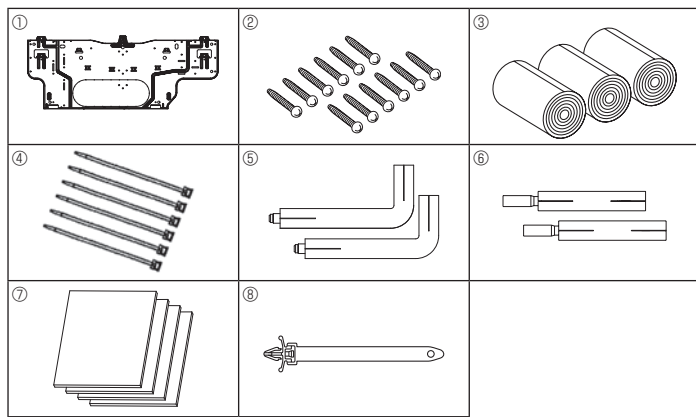

Fig. 3-1
3.1. Vérifier les accessoires qui accompagnent l'appareil intérieur (Fig. 3-1)
- Ⓐ Planche d'installation ① sur Fig. 3-1
- Ⓓ Vis de fixation (4 x 25) Ⓜ sur Fig. 3-1
- Ⓕ Planche d'installation ①
- Ⓕ Planche d'installation ① sur Fig. 3-1
Ⓔ Bande de feutre ③ sur Fig. 3-1